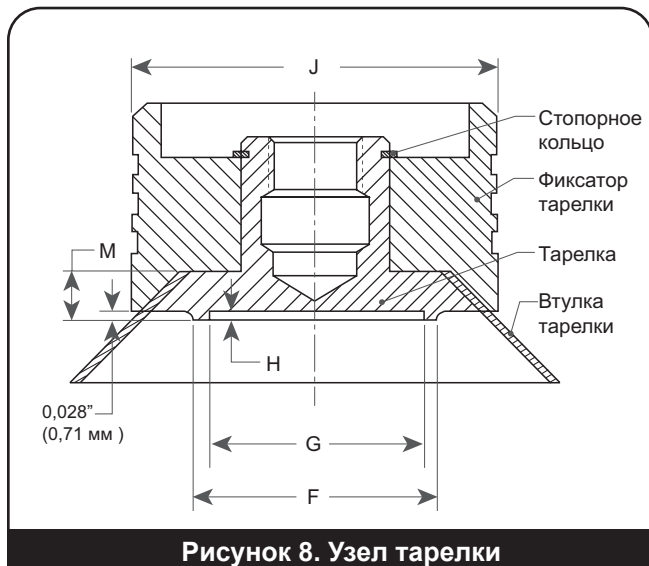
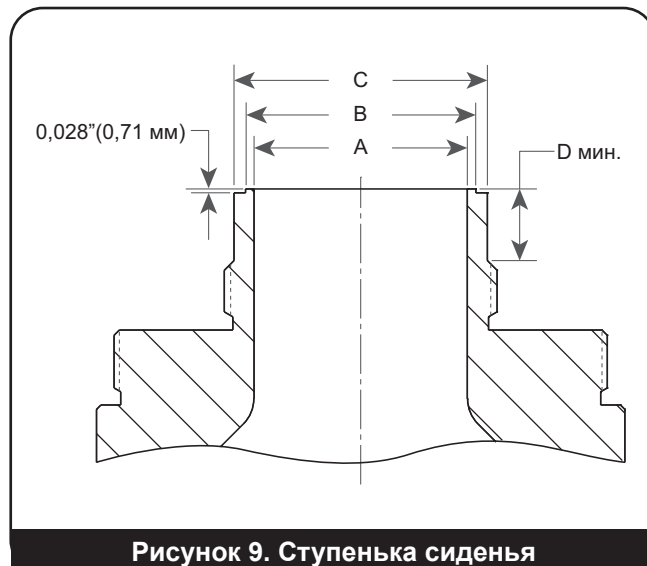
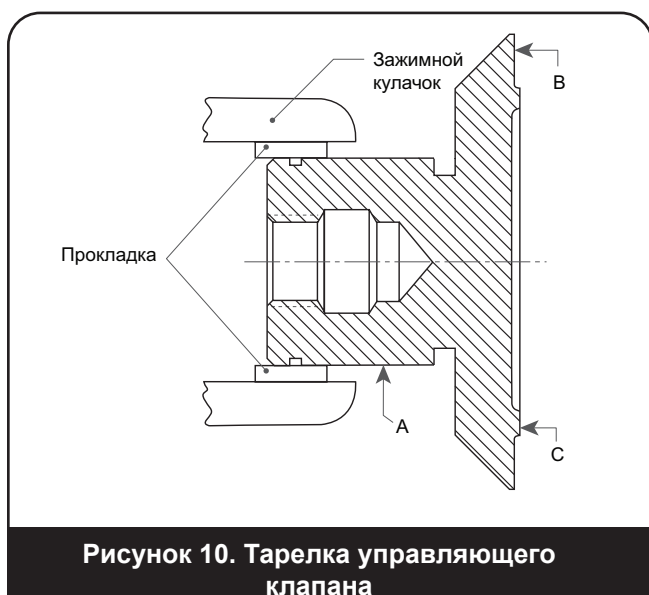
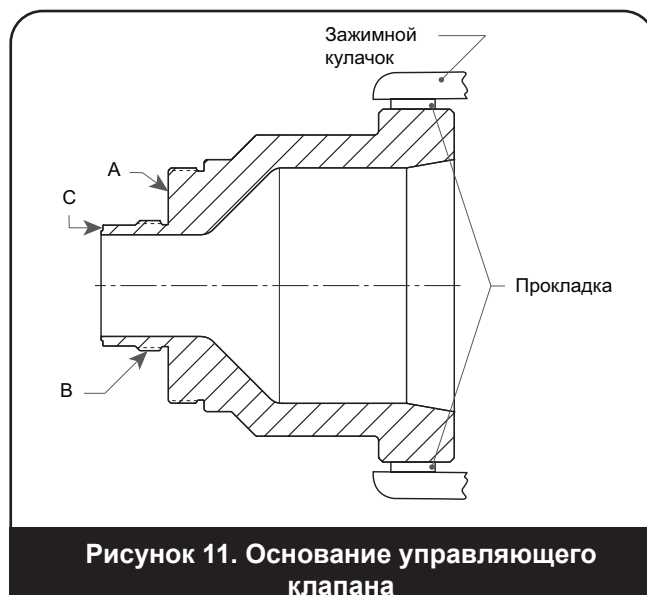

Рисунок 8. Узел тарелки
Рисунок 9. Ступенька сиденья
Рисунок 10. Тарелка управляющего клапана
Рисунок 11. Основание управляющего клапана
Для восстановления уплотнения тарелки путем притирки необходимо разобрать узел тарелки. Это делается следующим образом: тарелка фиксируется в держателе тарелки с помощью стопорного кольца Ttuarg (см. рисунок 8 и таблицу 4). Кольцо можно снять с помощью плоскогубцев Ttuarg, номер детали Baker Hughes 5153302, после снятия кольца Ttuarg втулку тарелки можно снять с фиксатора тарелки.
- b) Выполните небольшие разрезы на седле тарелки "С" (рис. 10) для устранения дефектов и восстановления финишной обработки до степени чистоты 32 RMS. Размеры F и G должны быть сохранены (Рисунок 8), а размер 0,028" (0,71 мм) должен быть восстановлен. Когда размер "М" (рис. 8) будет уменьшен до 0,284 " (7,21 мм), тарелку следует заменить.
- c) Выполните небольшие резы на седле сопла управляющего клапана "С" (рис. 11) для устранения дефектов и восстановления финишной обработки до степени чистоты 32 RMS. Размеры А, В и С должны быть сохранены (рис. 9), а размер ступеньки седла 0,028" (0,71 мм) должен быть восстановлен (рис. 9). Когда размер "D" уменьшается ниже минимально указанного (Рисунок 10), основание должно быть заменено.